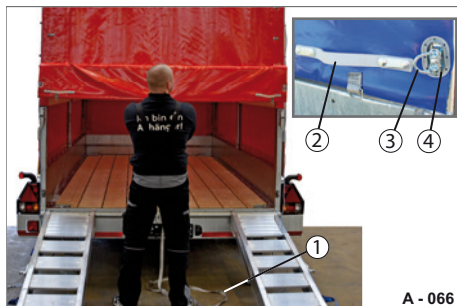

Abb. 70 Planenteil schließen
- ▶ Ziehen mittels Bediengurt (Abb. 70/1) das Planenteil langsam herunter.
- ▶ Greifen Sie jeweils seitlich am Schlaufengriff (Abb. 70/2) und stülpen Sie die Öse (Abb. 70/4) über die Krampe (Abb. 70/3).